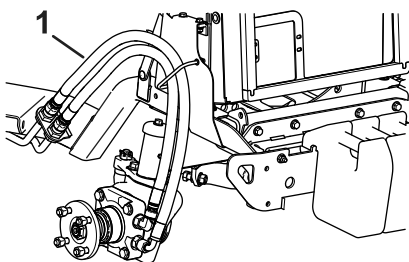

Рисунок 15
15. Проложите шланги через направляющую для шлангов (Рисунок 15).